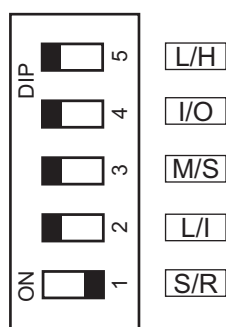

Рис. 7.3
7.13 На DIP-переключателе кода функций (рис. 7.3) задаются функции в соответствии с таблицей 7.2.